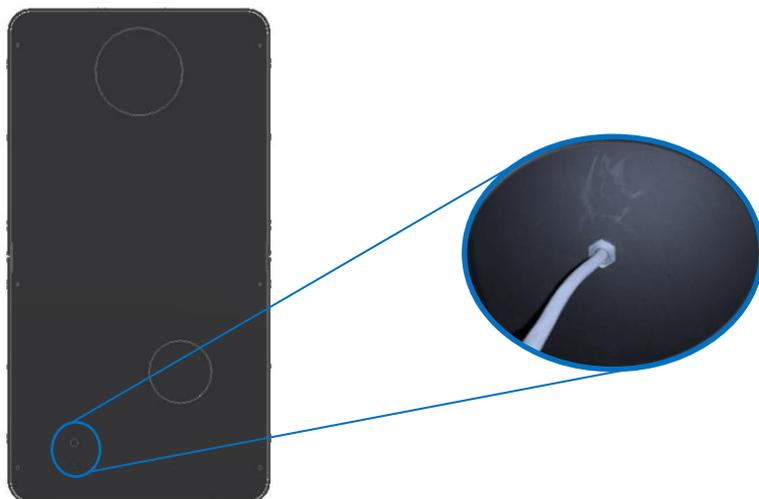

Figure 38 – Acheminement des câbles pour le kit de ventilation
* Vous devez ensuite faire passer le câblage par le trou à l'arrière de l'équipement est serrer le presse-étoupe, Figure 38;